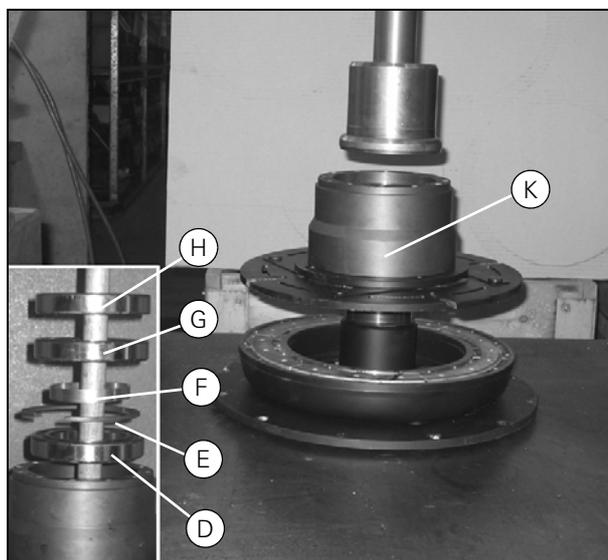

Рисунок 48
- Установите подшипник (D), стопорное кольцо (E), дистанционную втулку (F), подшипник (G) и подшипник (H) в порядке, показанном на (Рис. 48). Запрессуйте подшипники в корпус при помощи гидравлического пресса.
- Запрессуйте подшипниковый корпус (K) в ступицу муфты при помощи гидравлического пресса.